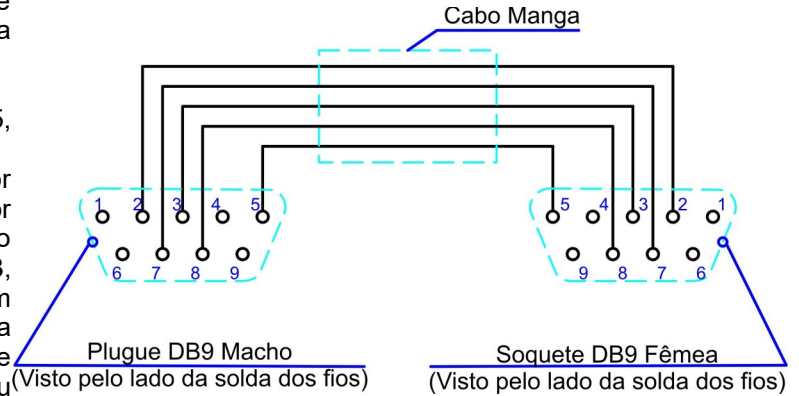

Figura 13: Cabo de comunicação serial.
2. A comunicação serial com um computador pode ser feita por qualquer das portas e por qualquer das tomadas através de DNP3 ou do programa de comunicação, **ITBComm3B**, disponível para download e instalação em <http://www.itb.ind.br>, instalável em sistema operacional Windows 98 ou mais recente, e uma conexão entre a porta serial, USB, ou ótica do computador e as portas RS232, em plugue DB9, do frontal do controle através de um cabo serial ou USB tipo A ou ótica ST disponíveis no CTR-2. Se a porta serial do computador for um soquete DB9 Macho, o cabo a ser utilizado deverá ser ligado conforme diagrama da figura 13.